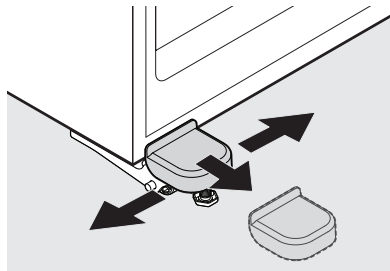

Figure 4
11. Retirez le couvercle de la charnière en dépliant délicatement les languettes du couvercle et en tirant le couvercle vers le devant de l'appareil (figure 4).